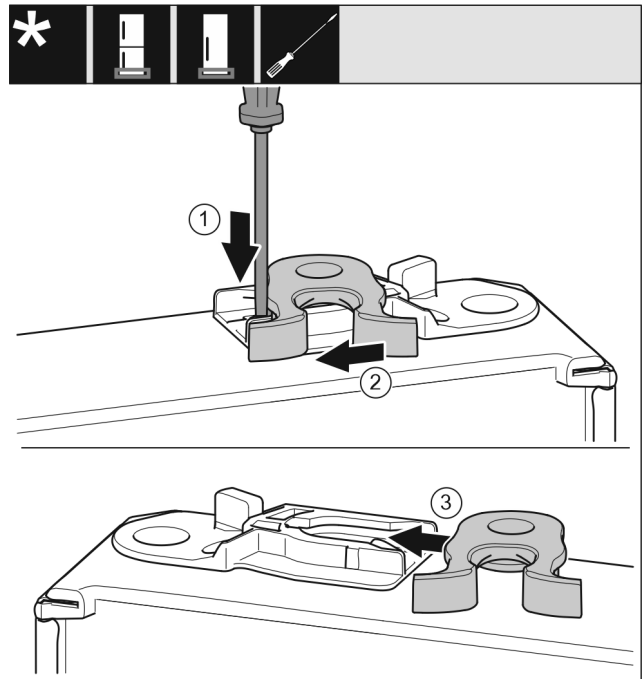

Fig. 20
- Apăsați în jos eclisa Fig. 20 (1) cu șurubelnița plată.
- Trageți cârligul de închidere Fig. 20 (2) din ghidaj.
- Împingeți pe partea opusă cârligul de închidere Fig. 20 (3) în ghidaj.